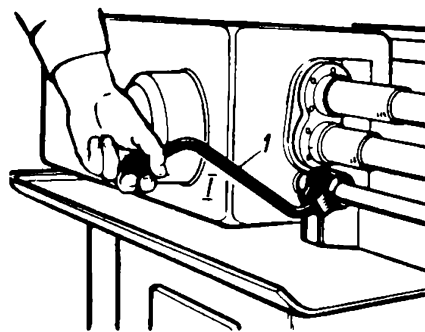
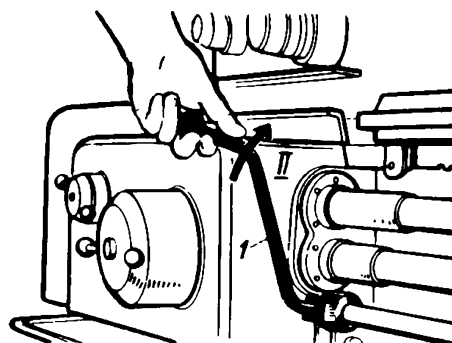
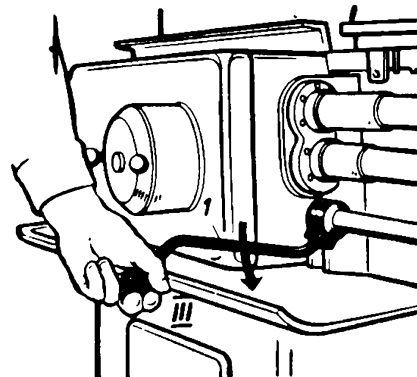

Рис. 5
Рис. 6
Рис. 7
4.2. Включить механизм шпинделя на прямое вращение (рис. 5, 6).левой рукой повернуть рукоятку I из среднего положения I (см. рис. 5) вверх до отказа в положение II (см. рис. 6). При этом шпиндель должен вращаться против часовой стрелки (прямое вращение).
4.3. Выключить механизм вращения шпинделя.левой рукой повернуть рукоятку I из положения II в среднее положение I (см. рис. 6, 5).
4.4. Включить механизм шпинделя на обратное вращение (рис. 7). После полной остановки шпинделя повернуть левой рукой рукоятку I из среднего положения I (см. рис. 5) вниз до отказа в положение III (см. рис. 7). При этом шпиндель должен вращаться по часовой стрелке (обратное вращение).